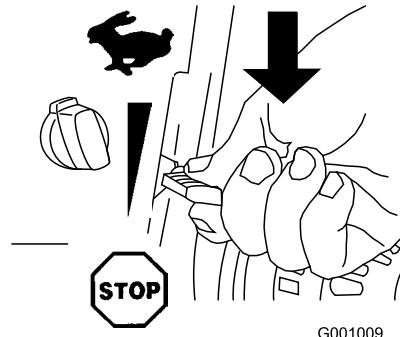

Figura 26
- Portate l'acceleratore in posizione Stop (Figura 26).